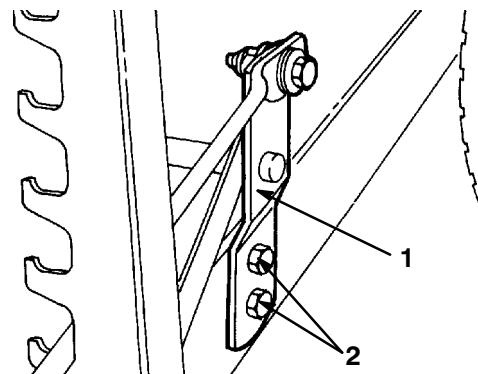

Bild 41
- Nivellieren Sie, wenn die Höhe der Messerspitzen nicht innerhalb der 3-mm-Toleranz liegt, das Schneidwerk durch Lockern der Innensechskantschrauben am Schnitthöhenstützbügel und heben oder senken den Bügel entsprechend (Bild 41).